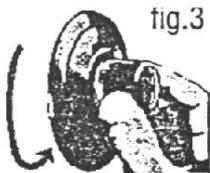

fig.3
• Certifique-se que o botão de "Ajuste de Corrente" esteja na posição "0", ou seja, girando-o totalmente à esquerda (fig.3)